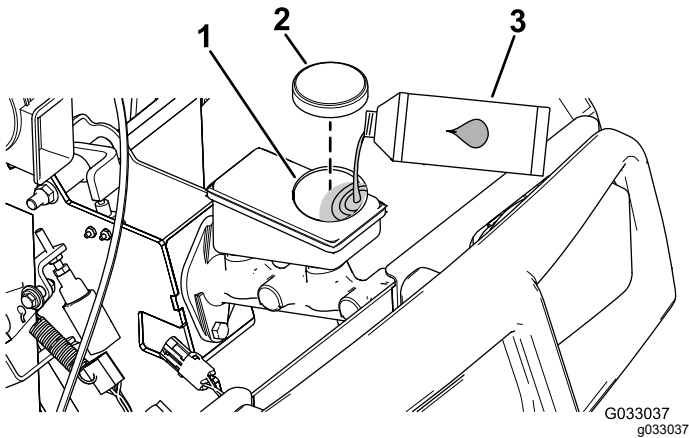

Figure 52
4. Soulevez le capot pour accéder au maître-cylindre de frein et au réservoir (Figure 52).
- A. Nettoyez la surface autour du bouchon du réservoir et enlevez le bouchon (Figure 52).
- C. Remettez le bouchon du réservoir (Figure 52).